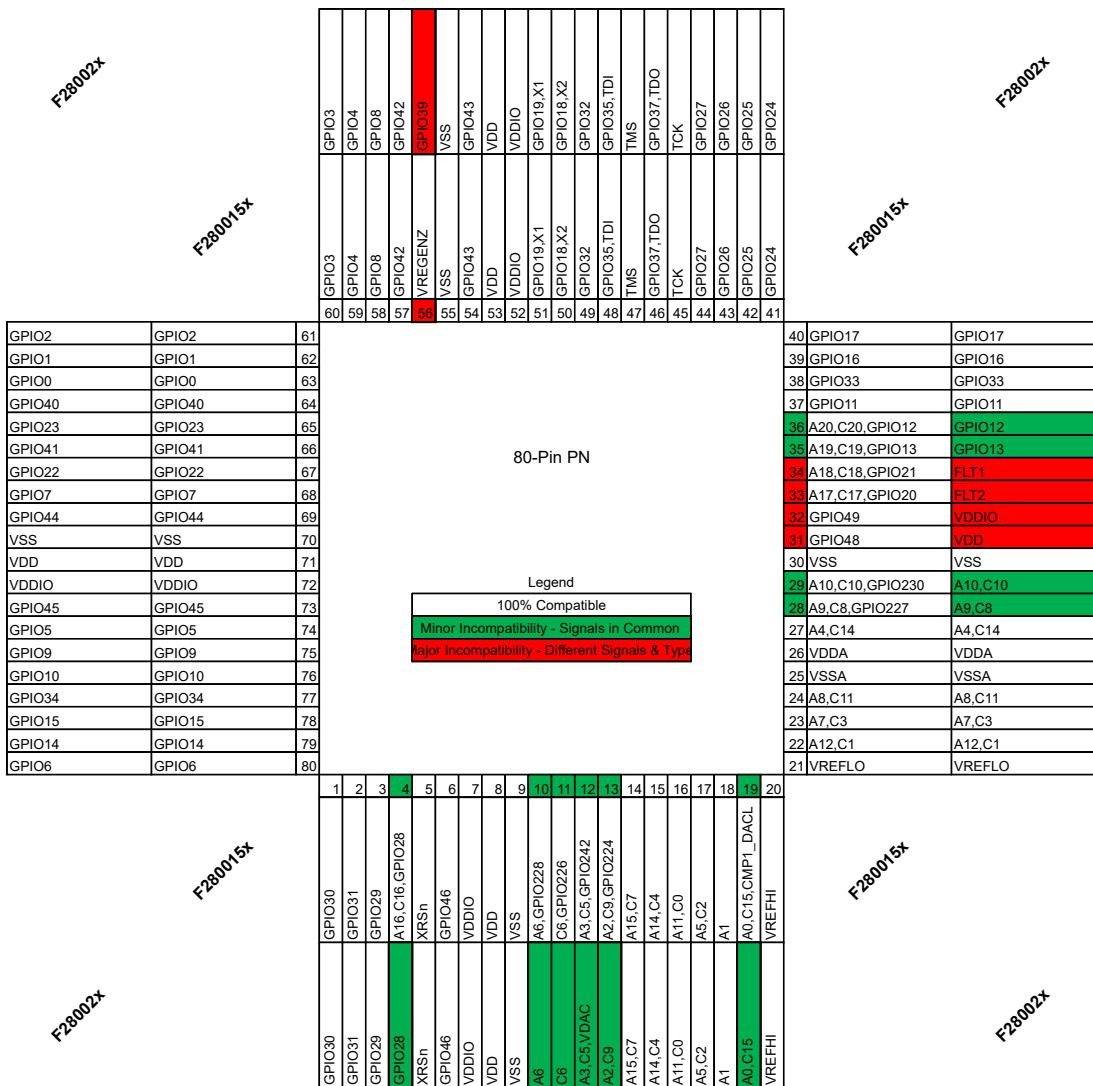

图 2-1. 80 引脚 PN F280015x 和 F28002x 引脚重叠
**80 引脚 PN**：对于 F28002x 和 F280015x 器件，Q 和非 Q 型号具有相同的引脚排列。图 2-1 概述了这些差异。